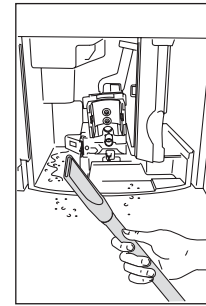

Rys. 28
- ▶ Regularnie (raz w miesiącu) sprawdzaj, czy lejek na kawę mieloną nie jest niedrożny (Rys. 28).